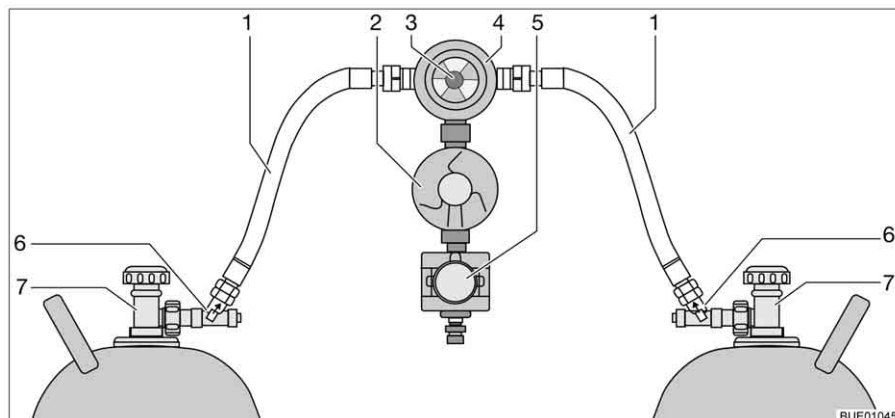

Fig. 143 Dispositif de commutation Crash Protection Unit
La Crash Protection Unit se compose de deux limiteurs de débit à verrouillage manuel (Fig. 143,6), d'une valve de commutation (Fig. 143,4) avec régulateur de pression (Fig. 143,2), d'une électrovanne (Fig. 143,5) et d'une unité de commande à DEL de trois couleurs. La valve de commutation est montée entre les deux lyres (Fig. 143,1).
Un bouton rotatif (Fig. 143,3), situé sur la valve de commutation, permet de définir laquelle des bouteilles de gaz est celle de service et laquelle est celle de réserve.
Seules les fonctions électriques peuvent être activées sur l'unité de commande (Fig. 144). Les robinets principaux des bouteilles de gaz (Fig. 143,7) et les dispositifs de déverrouillage (Fig. 143,6) doivent être ouverts manuellement.
- Ouvrir les robinets principaux des bouteilles de gaz (Fig. 143,7).
- Appuyer sur les dispositifs de déverrouillage (Fig. 143,6) l'un après l'autre pendant 10 secondes.
- Choisir la bouteille de gaz avec le bouton rotatif (Fig. 143,3) de la valve de commutation (Fig. 143,4) à partir de laquelle le gaz sera utilisé principalement (bouteille de service).
- Fermer les robinets principaux des bouteilles de gaz (Fig. 143,7).